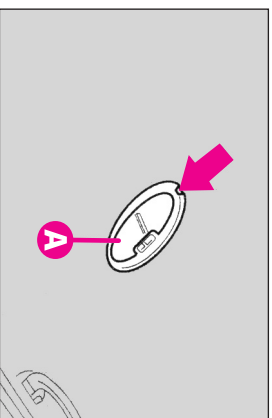

fig.56
-scoateți unitatea de iluminare (A-fig. 56) apăsând în punctul indicat de săgeată.